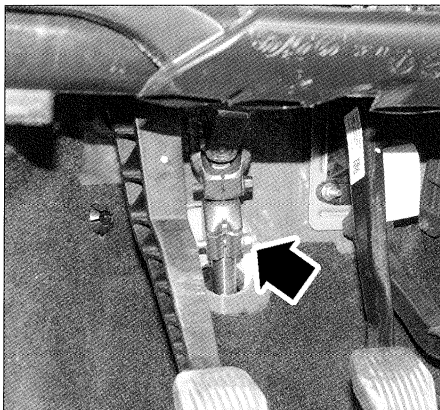

FIG. 3
- Desmontar el tornillo de acoplamiento de la columna de dirección en la caja de dirección (fig. 3).